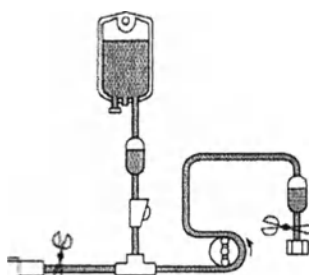

Рис.1
- 3) Заполните артериальную магистраль физиологическим раствором: вначале, на стороне соединителя сосудистого доступа, а затем на стороне соединителя сосудистого доступа, а затем на стороне соединителя диализатора (Рис. 1).